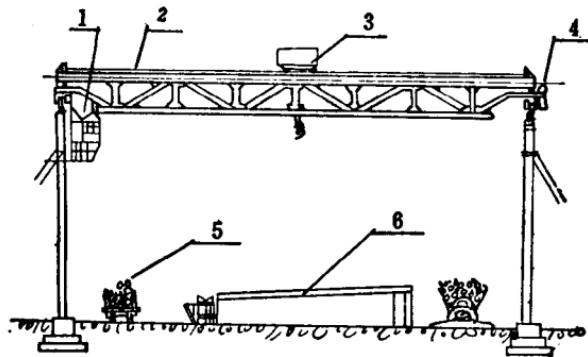

图 4 桥式吊车
**桥式吊车和龙门吊车** 桥式吊车（图4）具有固定卸车桥的全部优点，同时也比固定卸车桥机动灵活，并可以供给几个造材台使用，起重量较大，每台班组生产效率可超过龙门吊车。